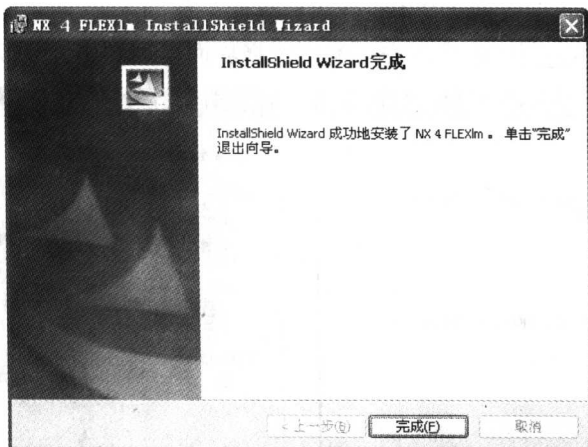

图 1-9 NX 4 FLEXlm 程序安装完成提示界面
(12) 安装过程完成后, 出现 NX 4 FLEXlm 程序安装完成提示界面, 如图 1-9 所示, 表示 UG 服务程序安装完成。